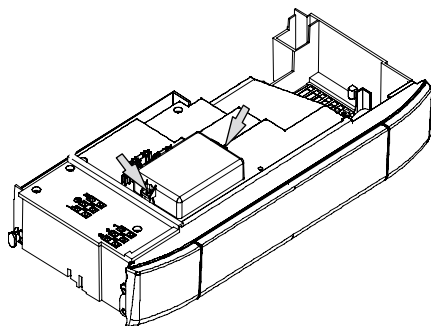

Fig. 5.24
- Togliere le due viti indicate in Fig. 5.24 e aprire il coperchio della morsettiere collegamento **sonda esterna**.
Svitare le viti e rimuovere il coperchio copri morsetti (Fig. 5.24).